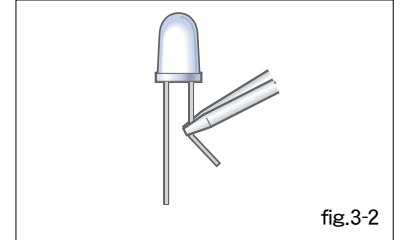

fig.3-2
- ②フォーミングの際にはリード根元が支点となり根元に機械的応力が加わるような方法は避け、リード根元を治具等でしっかり固定した状態で行ってください。（図3-2）
- ② During forming, a jig or radio pliers should be firmly fixed to the root of lead, to which no mechanical stress should be applied. (fig.3-2)